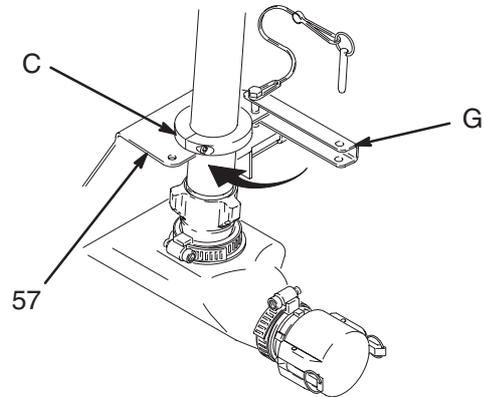

Fig. 3
5. Fig. 3. Deslice el collar (C) hacia abajo, hasta que quede al nivel de la ménsula de pie (57). Apriete con la llave Allen (56).
6. Fig. 3. Haga girar el retén (G) alrededor del collar. Sujete el retén a la ménsula de pie (57) mediante el pasador.